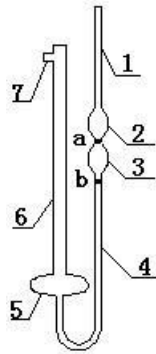

图 4
(6) 取样：测定运动粘度时，在内径符合要求且清洁、干燥的毛细管粘度计内装入试样。在装试样之前，将橡皮管套在支管 7 上，并用手指堵住管身 6 的管口，同时倒置粘度计，然后将管身 1 插入装着试样的容器中。这时利用吸耳球将液体吸到标线 b,同时注意不要使管身 1, 扩张部分 2 和 3 中的液体发生气泡和裂隙。当液面达到标线 b 时，就从容器中提起粘度计，并迅速恢复其正常状态，同时将管身 1 的管端外壁所沾着的多余试样擦去，并从支管 7 取下橡皮管套在管身 1 上（见图 4）。